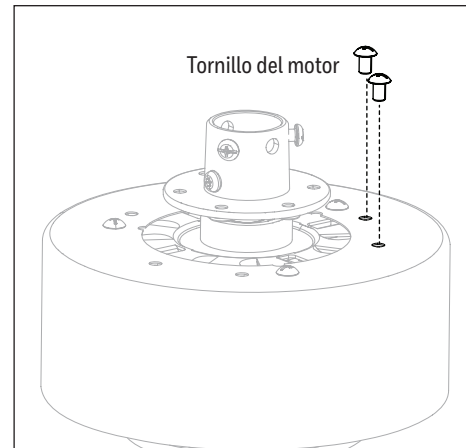

Figura 2.3
3. Retire los 6 tornillos del motor con cabeza Phillips desde la parte superior del motor y guarde los tornillos del motor para ajustar los brazos de las aspas (Figura 2.3).